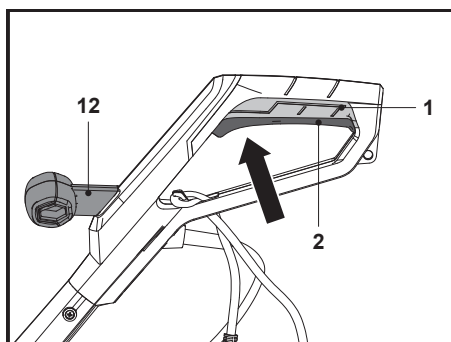

Fig. 7
1. Tenir le produit avec une main sur la poignée secondaire (12) et l'autre sur la poignée principale (1).
2. Appuyer sur l'interrupteur marche/arrêt (2) pour mettre le produit sous tension (Fig. 7).
3. Relâcher l'interrupteur marche/arrêt (2) pour mettre le produit hors tension.